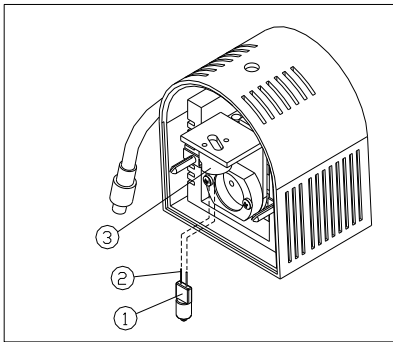

图 1
用干净的手套或纱布拿住灯泡①，把灯泡的插脚②尽可能深地插入灯座上的插孔③，灯泡插入后应垂直，不要歪斜。（如图 1）